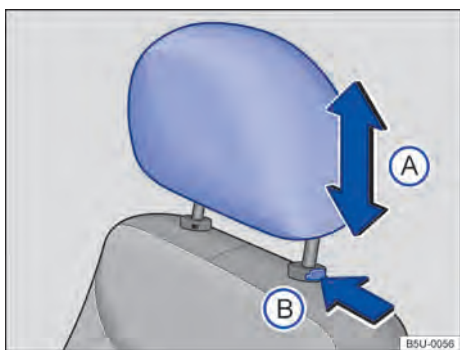

Fig. 67 Desinstalar o apoio para cabeça dianteiro.
- Pressionar o botão → Fig. 67 (B) no sentido da seta. Retirar o apoio para cabeça com a tecla pressionada.
- Empurrar o apoio para a cabeça totalmente para baixo com o botão → Fig. 67 (B) pressionado.